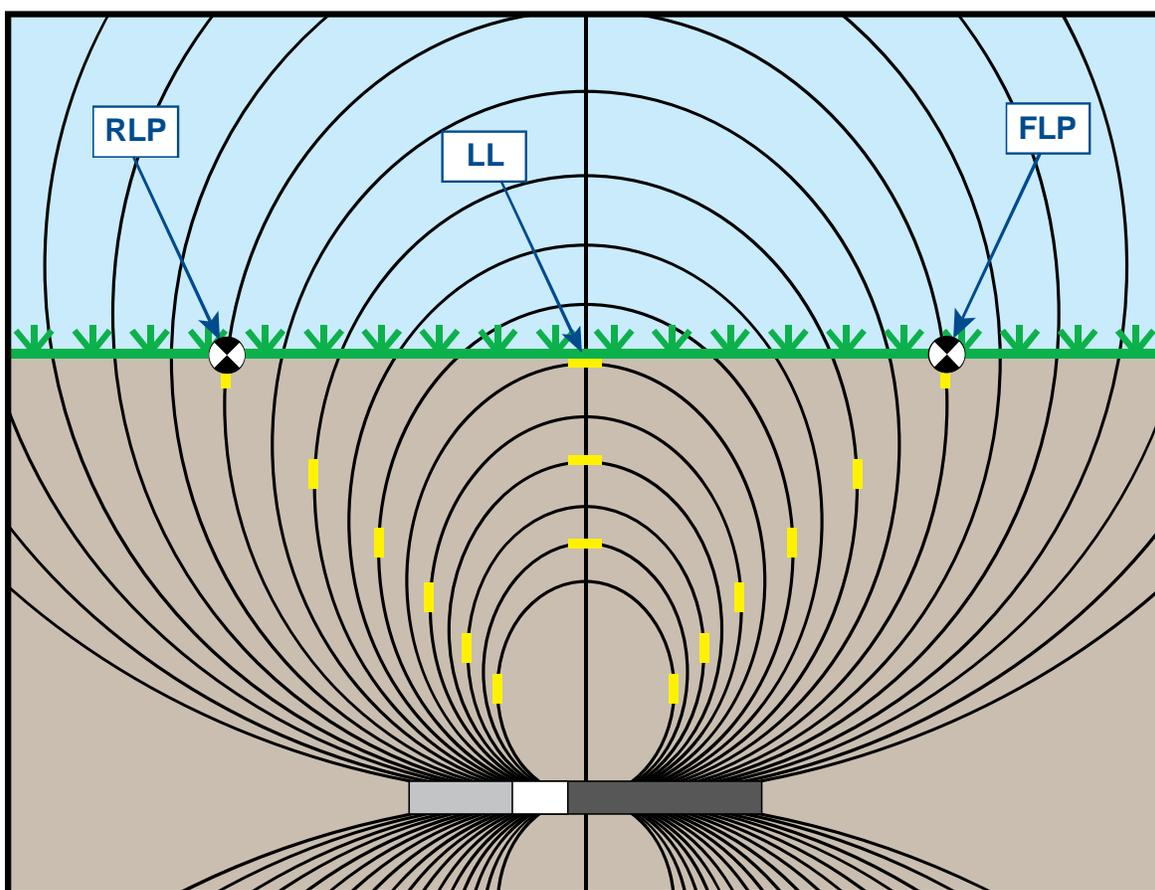

Figura B1. Campo de fluxo e geometria do FLP, RLP e LL (vista lateral).
O campo de sinal emitido pelo transmissor, conforme exibido na Figura B1, consiste de um conjunto de sinais elípticos ou linhas de fluxo. As linhas de fluxo indicam a posição do transmissor. Quando o transmissor está nivelado em relação ao solo, perceberá que a linha de localização (LL) está diretamente sobre o transmissor e a profundidade exibida no receptor é a profundidade real. Você também perceberá que os pontos de localização (FLP e RLP) estão equidistantes do transmissor. A localização da LL encontra-se na intersecção do solo e da componente horizontal do campo de fluxo e o FLP e RLP encontram-se onde as componentes verticais do campo de fluxo fazem intersecção com o solo. Algumas das componentes horizontais e verticais identificam-se por linhas amarelas curtas na Figura B1.